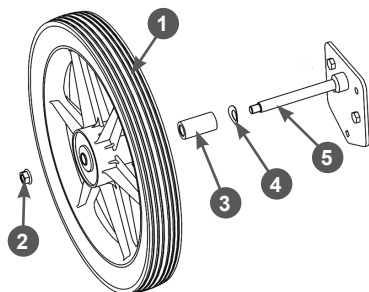

Рис. 3 Установка колеса
- открутите гайку 2 и снимите её с оси 5 (Рис. 3);
- убедитесь, что пружинная шайба 4 и втулка 3 установлены на оси 5 (Рис. 3);
- установите колесо 1 на ось 5 и закрутите гайку 2 (Рис. 3).